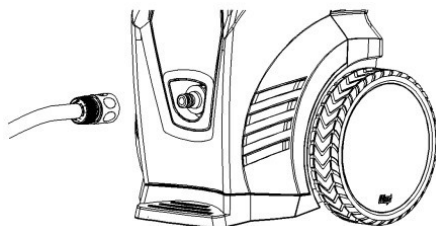

Figura 6
4. Conecte la manguera de suministro de agua a la entrada de agua en la máquina (no incluida como accesorio de la máquina). Ver figura 6 y 7.